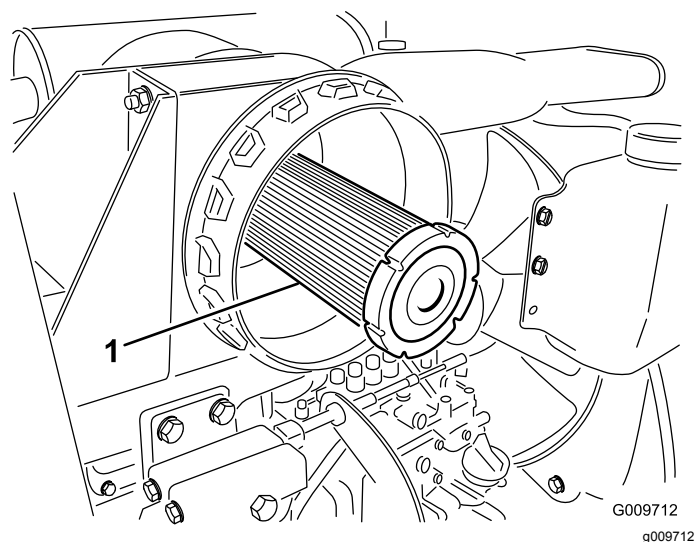

Figura 90
**Importante:** Non cercate mai di pulire il filtro di sicurezza (Figura 90). Sostituitelo ogni 3 interventi di manutenzione sul filtro primario.